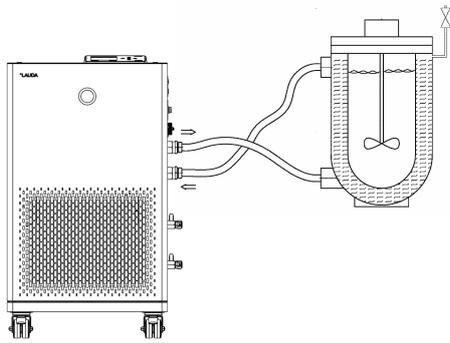

Fig. 36: Application avec vanne de purge
- Une vanne de purge Fig. 36 peut simplifier le processus de purge. Pour cela ouvrir régulièrement la vanne avec prudence et laisser s'échapper le gaz/l'air jusqu'à ce que le liquide sorte de la vanne, refermer la vanne de purge. Collecter le liquide dans un récipient adapté. Actionner à nouveau la vanne à intervalles réguliers jusqu'à ce qu'il n'y ait plus d'air.